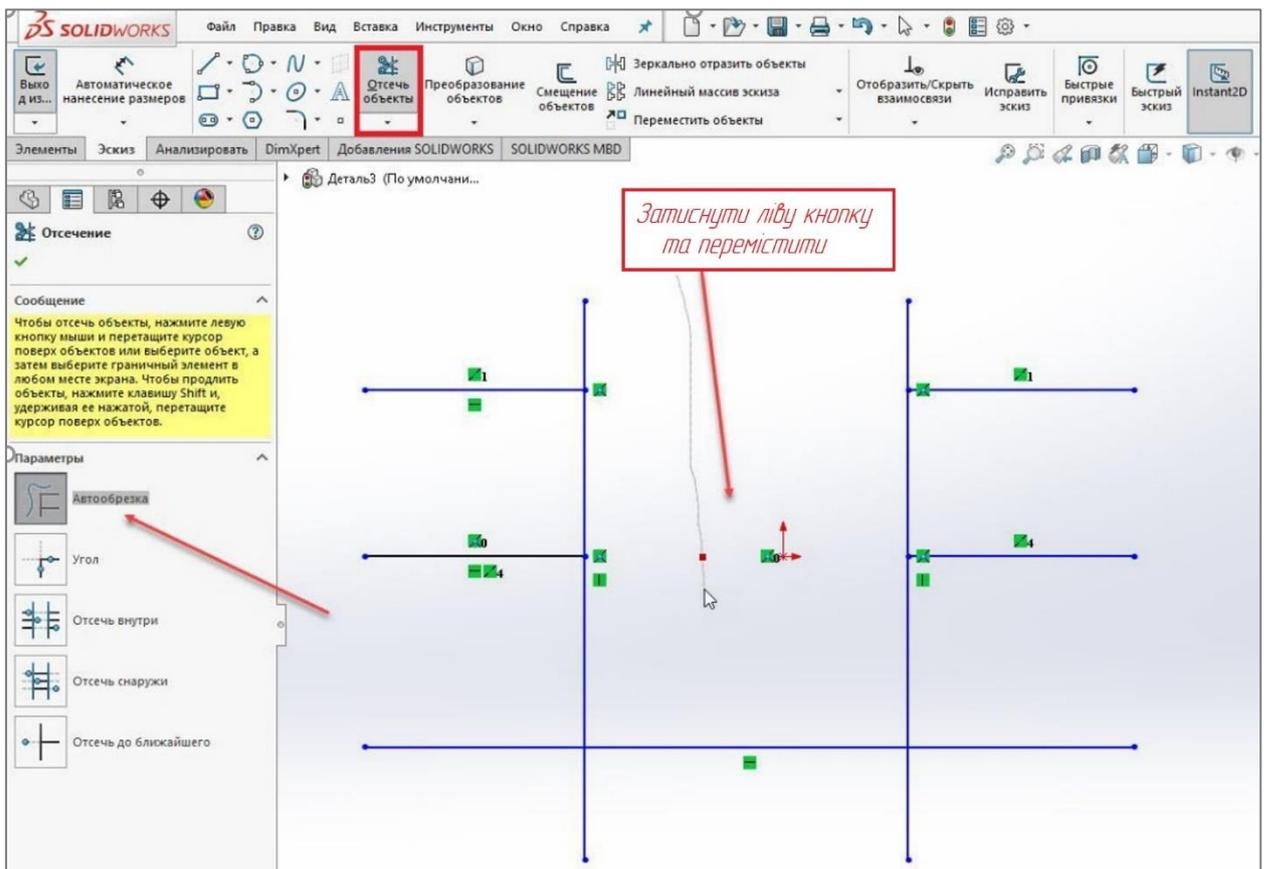

Рисунок 2.22 – Видалення частин об'єктів за допомогою автообрізки
**1. Інструмент «Відсікти об'єкти»** (рис. 2.22) кнопка  (Trim Entities) дозволяє видаляти частини ліній або інших геометричних об'єктів, які перетинаються або перетинають інші об'єкти в ескізі.
Є кілька способів відсікання: автообрізка, кут, відсікання всередині, відсікання ззовні, відсікання до найближчого. В залежності від обраного способу в повідомленні буде підказка, що треба зробити. Це корисний інструмент для видалення зайвих частин ескізу. На рис. 2.22 наведено приклад відсікання за допомогою автообрізки. Треба затиснути ліву кнопку миші в графічній області й перетягнути курсор скрізь об'єкти, які треба видалити.
При переміщенні над об'єктом курсор змінює вигляд на  (рис. 2.22) та відсікає об'єкт ескізу. За траєкторією відсікання створюється шлях.